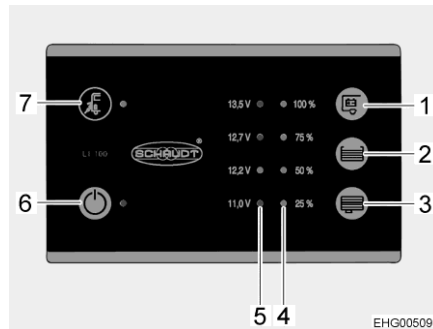

Bild 67 Panel (LT 100)
**Netzanschluss** Die gelbe LED beim Symbol Netzanschluss "⚡" (Bild 67,7) leuchtet, wenn das Fahrzeug an eine externe Netzversorgung angeschlossen ist. Die LED leuchtet dann auch bei ausgeschaltetem Panel.
Der 12-V-Hauptschalter (Bild 67,6) schaltet das Panel und die 12-V-Versorgung des Wohnraums ein und aus.
*Einschalten:* ■ Schalter "⏻" (Bild 67,6) drücken: Die 12-V-Versorgung des Wohnraums ist eingeschaltet. Die LED leuchtet grün.
*Ausschalten:* ■ Schalter "⏻" (Bild 67,6) erneut drücken: Die 12-V-Versorgung des Wohnraums ist ausgeschaltet. Die LED erlischt.
Die LED-Skala (Bild 67,5) zeigt die Batteriespannung der Wohnraumbatterie wie folgt an:
- Taste " (Bild 67,1) drücken: Die Batteriespannung der Wohnraumbatterie wird angezeigt.
Die LED-Skala (Bild 67,4) zeigt den Füllstand des Frischwassertanks oder des Abwassertanks an.
Taste "Frischwasser" (Bild 67,2) drücken: Der Füllstand des Frischwassertanks wird durch leuchtende LEDs angezeigt.
Taste "Abwasser" (Bild 67,3) drücken: Der Füllstand des Abwassertanks wird durch leuchtende LEDs angezeigt.